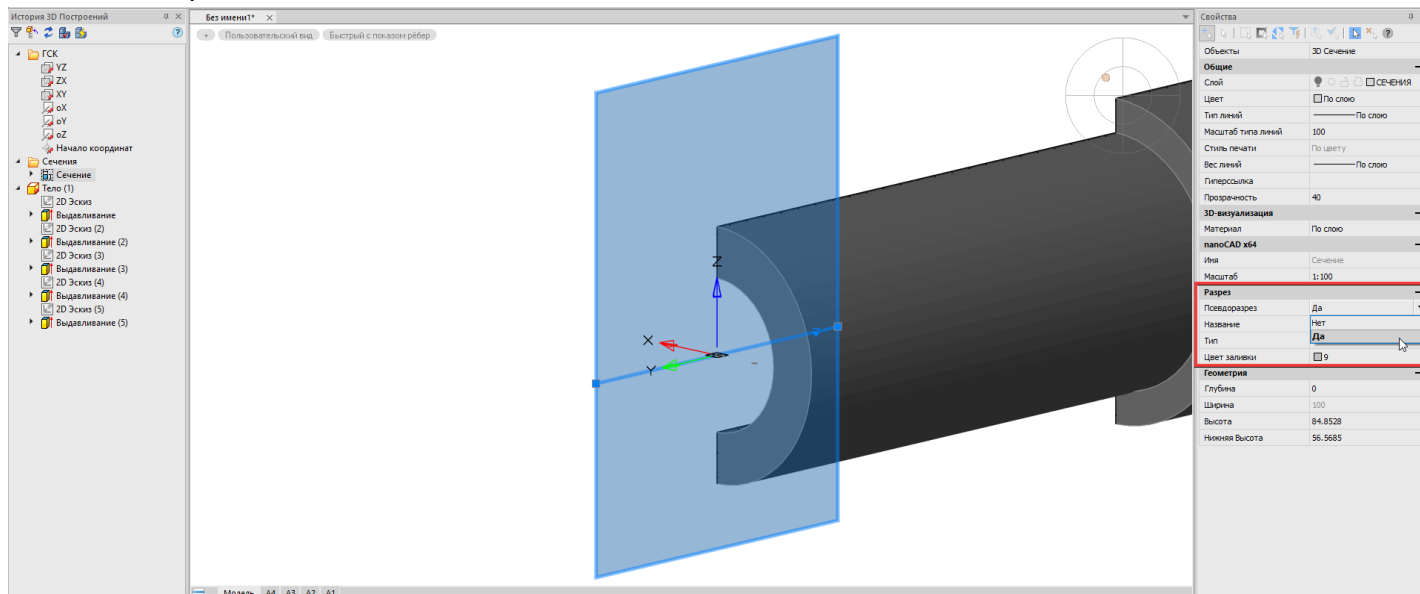

Рис. 14. Включение псевдоразреза
4.3. В *Истории 3D Построений* либо в пространстве модели выберите сечение и в свойствах, представленных в поле *Псевдоразрез*, установите *Да* (рис. 14). Секущую плоскость можно скрыть – для этого выберите ее в пространстве модели, нажмите ПКМ и в контекстном меню выберите *Изолировать* → *Скрыть объекты*. Чтобы снова отобразить секущую плоскость, следует нажать ПКМ в пространстве модели, в контекстном меню выбрать *Изолировать* → *Завершить изоляцию объектов* и нажать *Enter*.